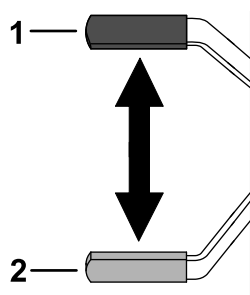

図 14
- ブレーキレバーを引き上げると駐車ブレーキがかかります 図 14。
- 駐車ブレーキを解除するには、レバーを引き下げます 図 14。